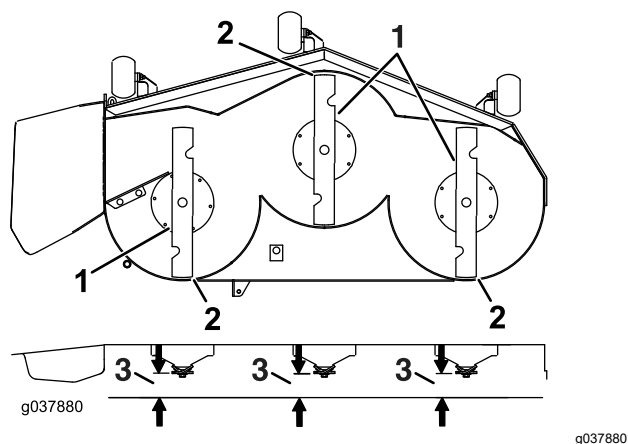

Figure 101
7. Vérifiez l'inclinaison avant/arrière des lames (Figure 101). Vérifiez que la pointe avant de la lame est plus basse que la pointe arrière, comme montré dans le tableau de hauteur de cales et d'inclinaison. Si un réglage est nécessaire, poursuivez cette procédure.